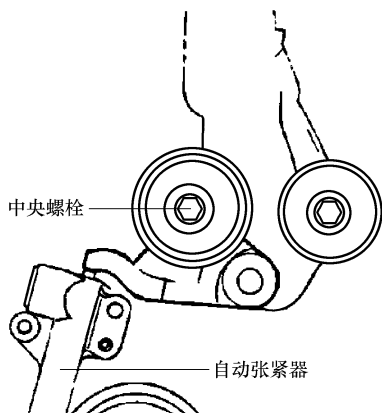

图 31-67 安装张紧轮
12) 如图 31-67 所示，在张紧臂上安装张紧轮并用规定力矩拧紧螺栓。张紧轮螺栓紧固力矩：43 ~ 55 N · m。